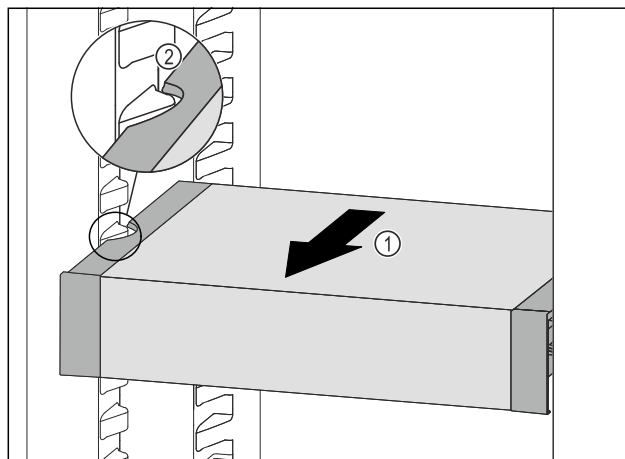

Fig. 146
- Táhněte VarioSafe dopředu Fig. 146 (1), dokud nebudou boční vybrání VarioSafe na úrovni žebrování na nádoby v chladničce. Fig. 146 (2)